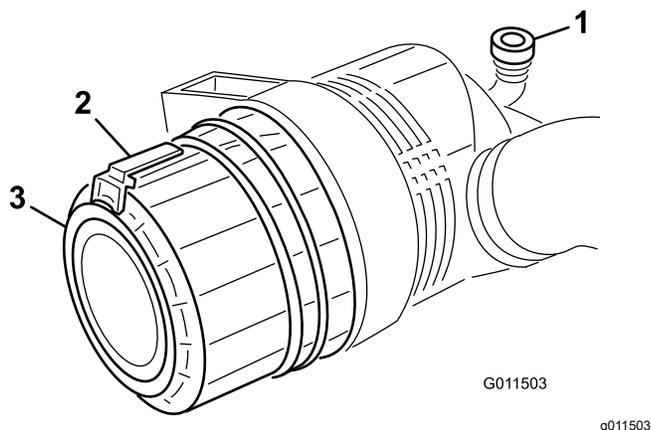

Рисунок 75
2. Оттяните защелку наружу и поверните крышку воздухоочистителя против часовой стрелки (Рисунок 75).